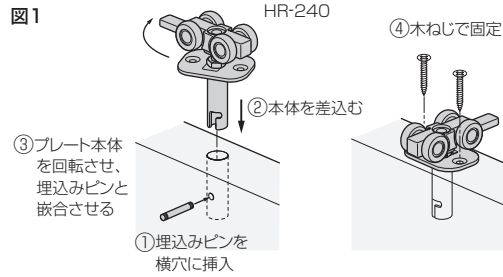

図2
- ③固定ブロックおよび吊元固定金具は、まず図に示すように戸に取付ける前にホルダー部の結合ねじを左へ回し、固定カップ部より分離します(図2)。
- ④固定カップ部のみ戸の木口加工部に取付けてください(図2)。